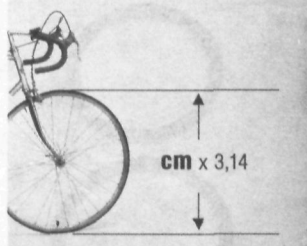

Fig. 12
- De wielomtrek moet in centimeters (b.v. 213 cm) gemeten en ingegeven worden (fig. 12).
Il faut mesurer la circonférence de la roue et la mémoriser comme donnée en centimètre (cf. figure 12), (par exemple 2.13 cm).
Misura la circonferenza della ruota e trasformare il valore in centimetri (ad esempio cm 213) come appare in fig. 12. Quindi inserire tale valore nel computer nel modo seguente: